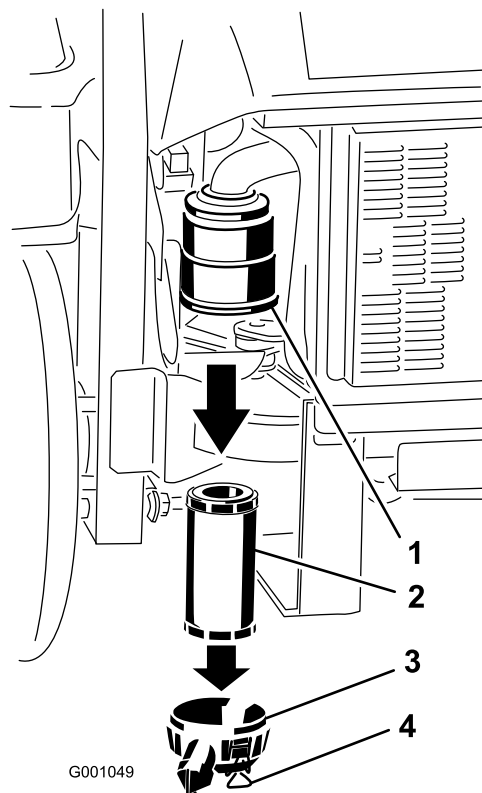

Figura 43
3. Abra los cierres del limpiador de aire y tire de la tapa de la entrada de aire para separarla del cuerpo del limpiador de aire (Figura 43).
5. Extraiga con cuidado el filtro del cuerpo del limpiador de aire (Figura 43).